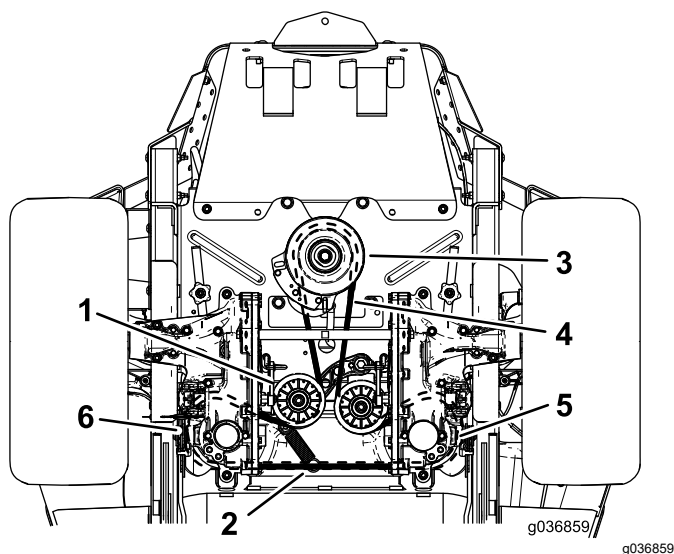

Figura 79
4. Levante la máquina y apóyela sobre gatos fijos (Figura 79).
6. Retire el muelle tensor del espárrago (Figura 79).
8. Instale la correa nueva alrededor de la polea del motor y de las 2 poleas de la bomba hidráulica (Figura 79).